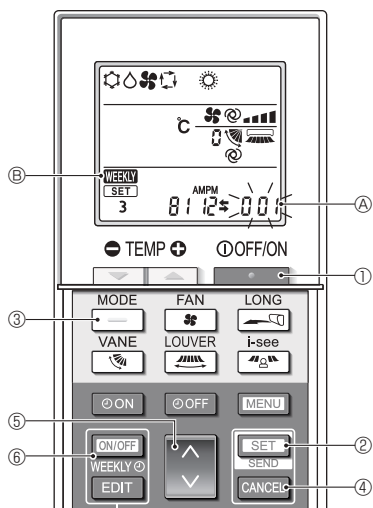

Fig. 4-12
#### 4.13.8. Cómo desactivar el funcionamiento en modo Auto (Fig. 4-12)
- Pulse el botón **STOP** ① para detener el acondicionador de aire.
- Si el temporizador semanal está activado, pulse el botón **ON/OFF WEEKLY** ⑥ para desactivarlo. (**WEEKLY** ⑥ desaparece).
- Pulse el botón **SET** ② durante 5 segundos.
- Pulse el botón **DOWN** ④.
- Completar los ajustes (Fig. 4-12)